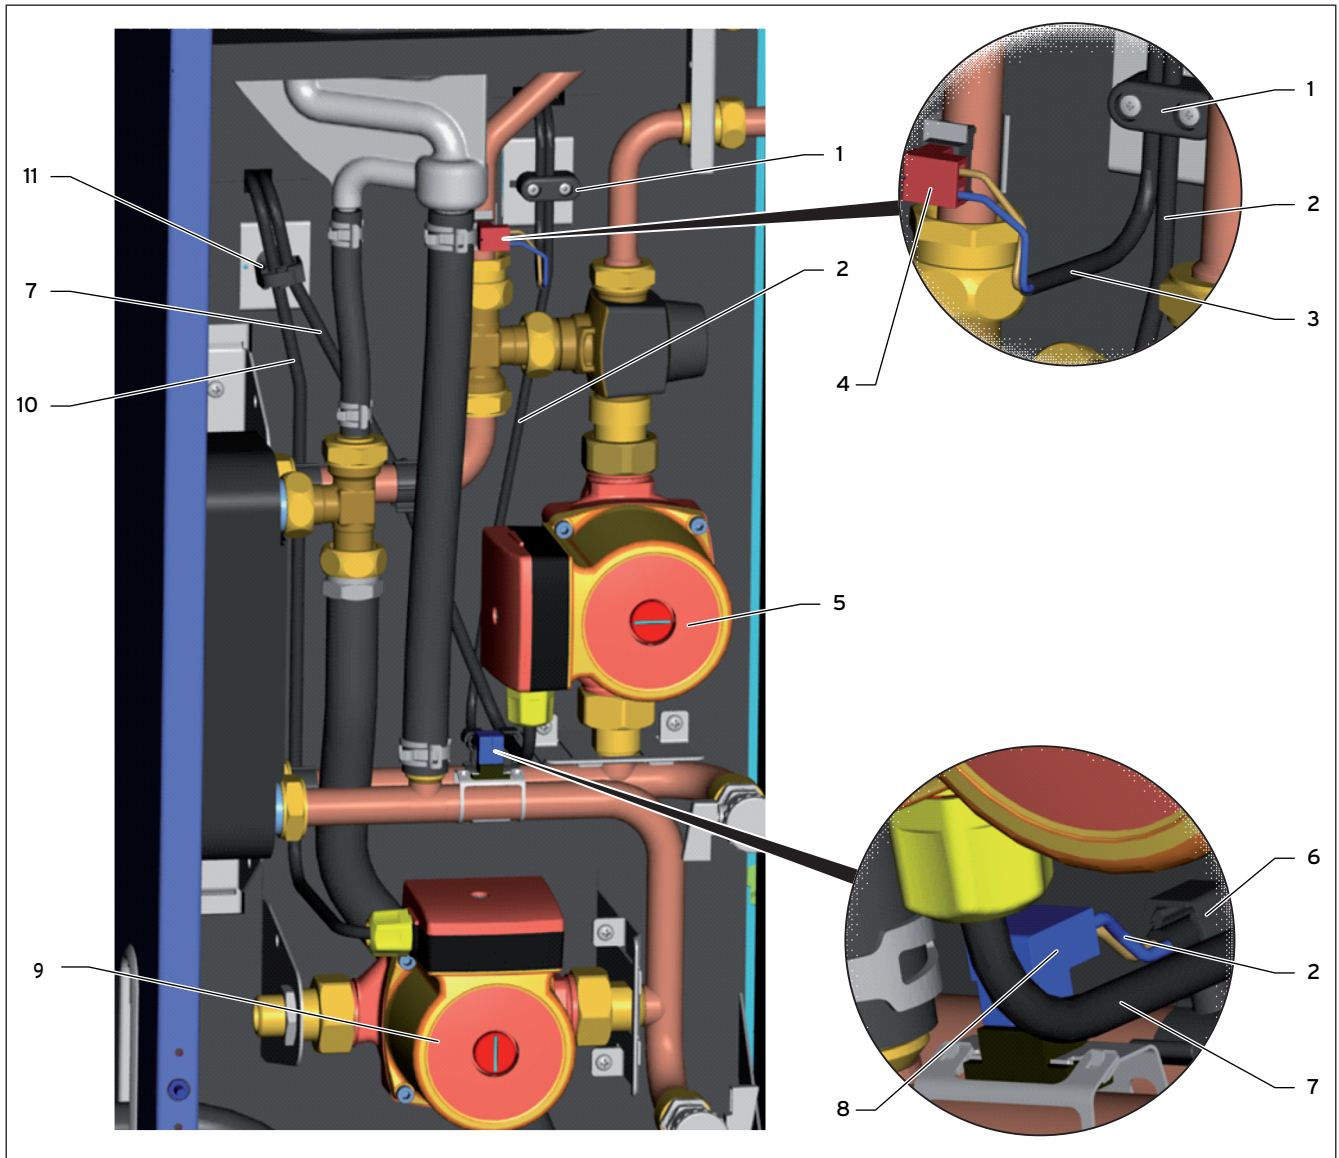

Abb. 4.2 Verkabelung Wärmeauskopplungsmodul
- Führen Sie die Kabel durch die Kabelführung (→ Abb. 4.2, Pos. 11).